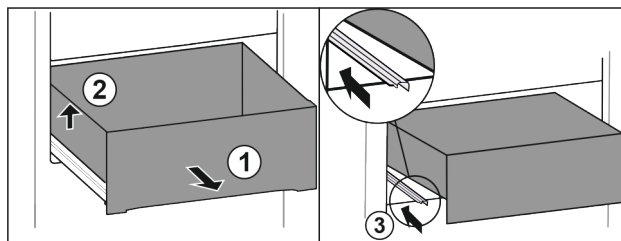

Fig. 90
- ▶ Wysunąć szufladę do oporu. Fig. 90 (1)
- ▶ Unieść szufladę po lewej. Fig. 90 (2)
- ▶ Wsunąć lewą szynę. Fig. 90 (3)